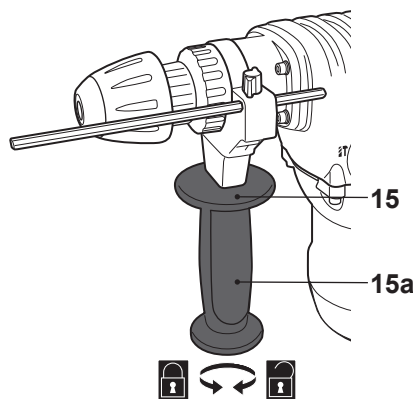

Fig. 3
- > Reglați mânerul auxiliar (15) la poziția de lucru dorită, astfel încât să țineți produsul în siguranță în timpul operării.
- > Rotiți mânerul (15a) în sens anti-orar, pentru a strânge clema (Fig. 3).